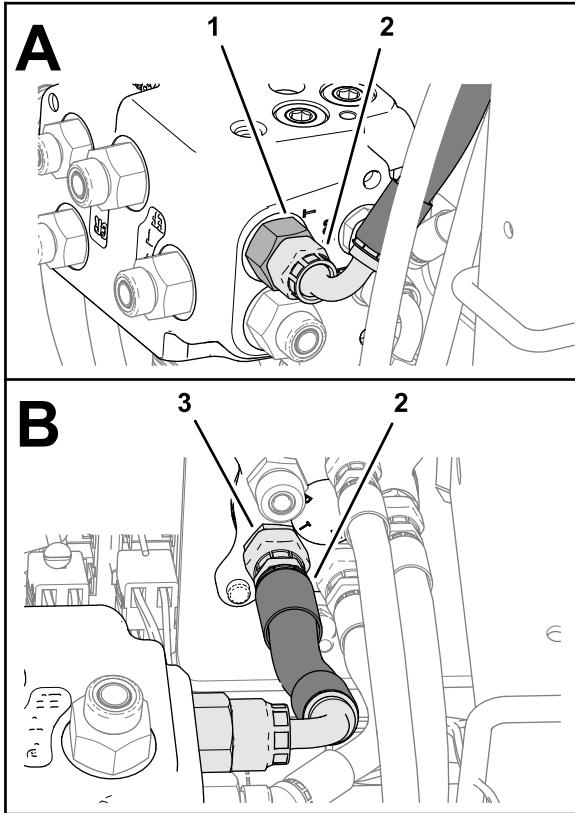

**Bild 116**
7. Montieren Sie das 90°-Anschlussstücks des Schlauches 6 x 711 mm auf das Anschlussstück des Anschluss L des EHI-Lenkventils (Bild 116).
8. Montieren Sie das gerade Anschlussstück des Schlauches 6 x 711 mm auf das Anschlussstück Anschluss L des Lenkventils und ziehen Sie beide Schlauchanschlussstücke fest (Bild 116).